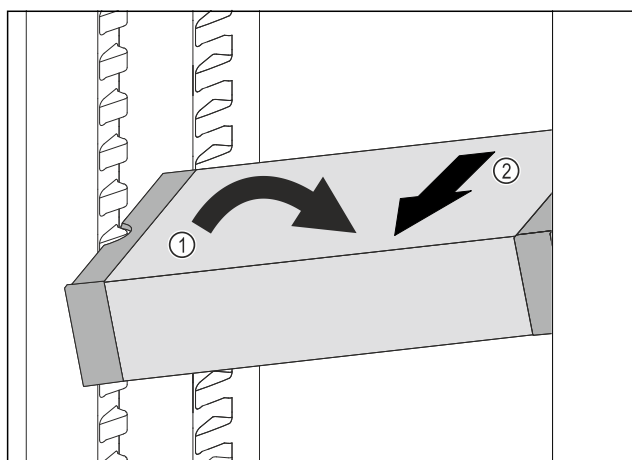

Fig. 106
- Stil VarioSafe på skrå ind i kølesektionen. Fig. 106 (1)
- Tag VarioSafe ud fremefter. Fig. 106 (2)